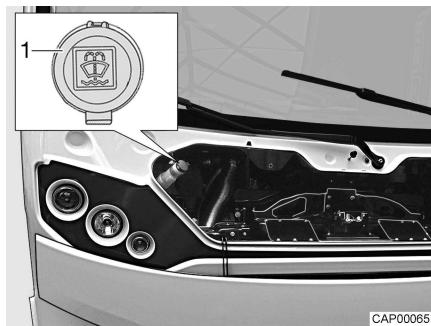

Fig. 7 Bocchettone di riempimento (acqua per i tergilavavetri)
- Aprire il coperchio (Fig. 7,1) sul bocchettone di riempimento del contenitore dell'acqua di lavaggio.